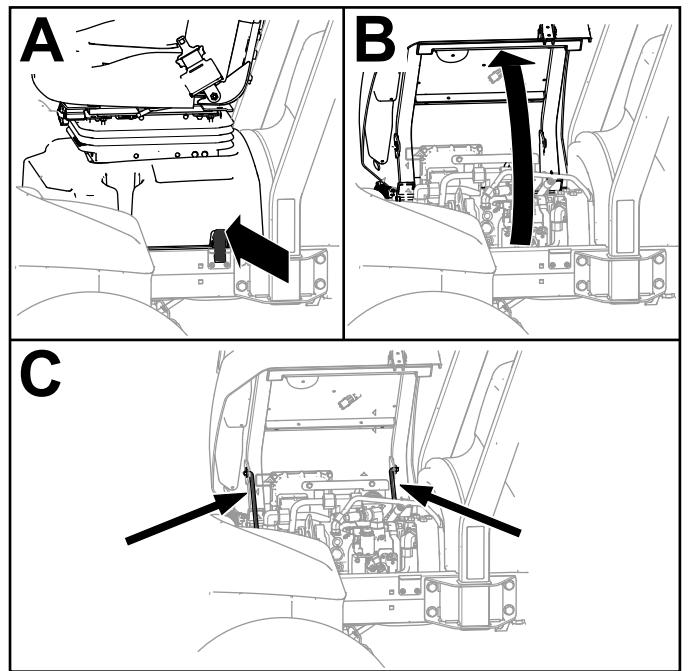

Рисунок 134
- Разблокируйте основание сиденья, наклоните основание сиденья в открытое положение и зафиксируйте опорными стойками (Рисунок 134).